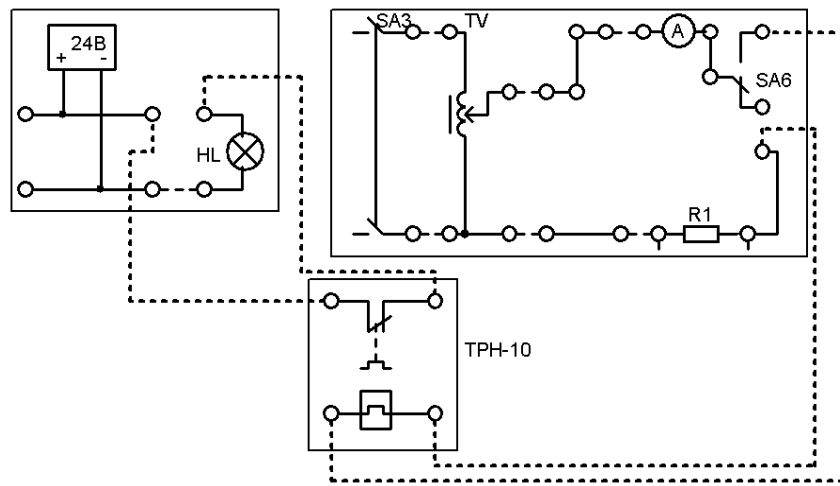

Рис. 8.1 Схема исследования теплового реле ТРН-10
- 2 Для исследования необходимо собрать схему (рис. 8.1).